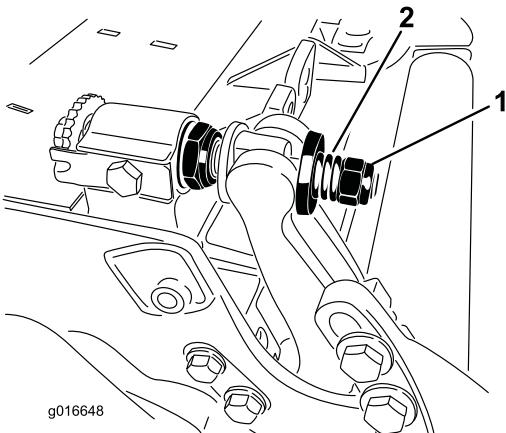

Figura 33
- Serrate il dado di tensione della molla finché la molla non si piegherà, quindi allentate di 1/2 giro (Figura 33).